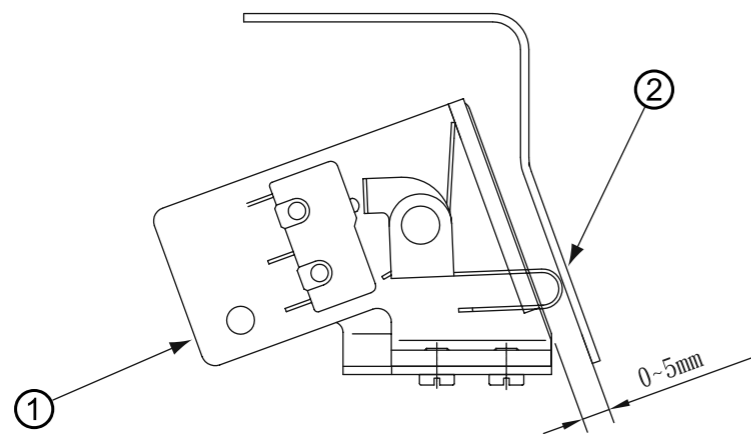

Fig. 31
1. Quando a máquina estiver carregada na mesa para operações manuais (não no status inclinável) com o cabeçote da máquina, ajuste a folga entre a plataforma do interruptor de segurança ① e a placa da prensa do interruptor de segurança ② em aproximadamente 0~5 mm. Então, aperte a plataforma do interruptor de segurança ①. (Fig. 31)
2. Quando esta folga for muito pequena, a placa de pressão do interruptor de segurança ② pode estar quebrado.